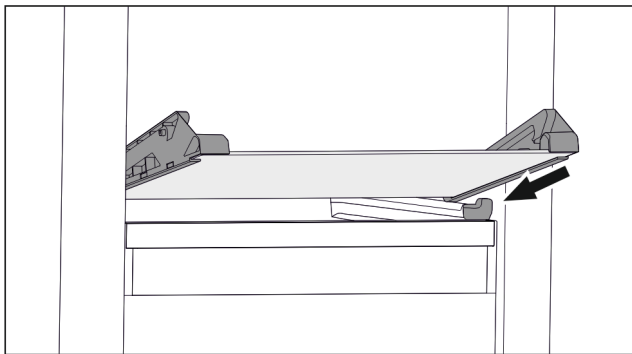

Fig. 71 可倾倒抽屉的玻璃隔板
- ▶ 将玻璃隔板斜放在止动器后面。(参见 Fig. 71)